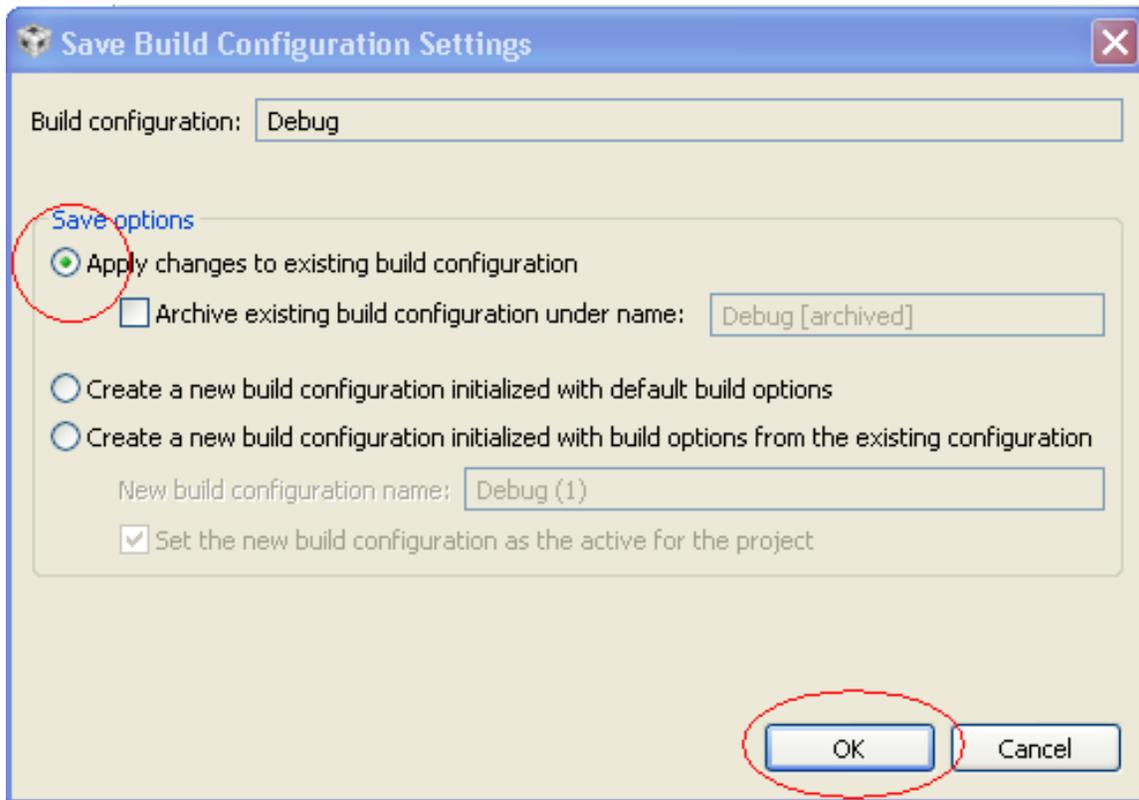

图 13. 针对 'hello' 的属性 - Code Composer Studio 建立
- 在下一个出现的窗口中单击 OK 按钮（如图 13 所示）并为这个项目返回 Code Composer Studio 项目属性。